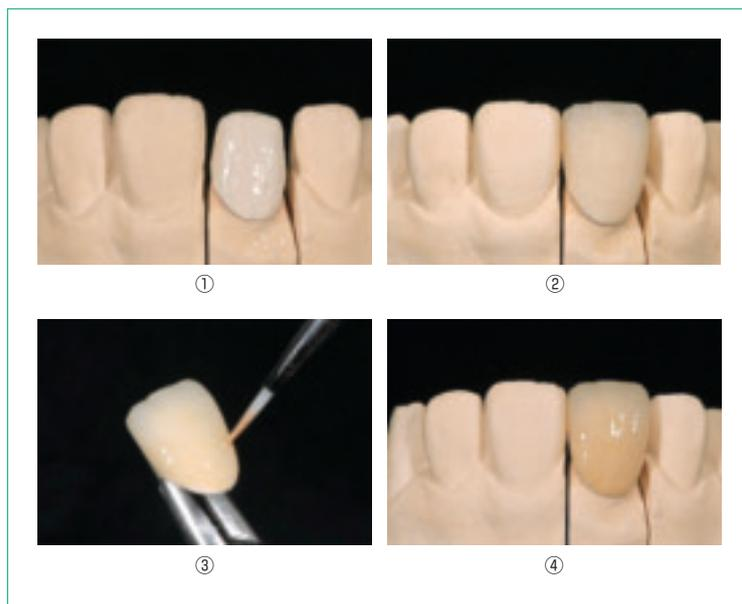

図11 ワンボディシステムの技工術式
図にワンボディシステムの基本技工術式を示します（図11-①～④）。